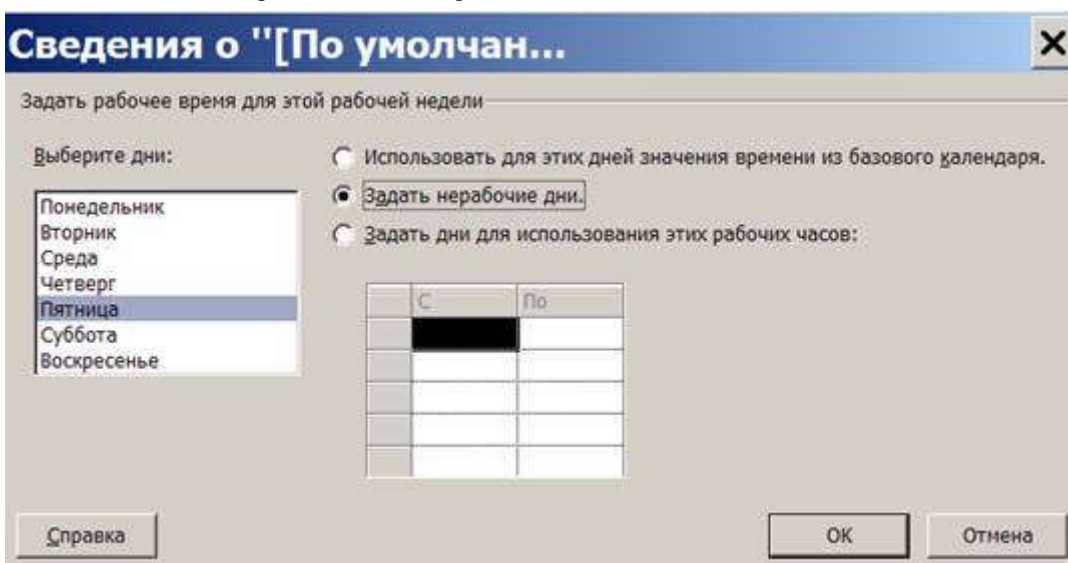

Рис. 5.14. Установка пятницы нерабочим днем
7. Откроется окно сведений о рабочей неделе (рис. 5.14), в котором нужно выделить день недели Пятница и для него выбрать переключатель Задать нерабочие дни. Закрыть оба окна нажатием Ок. Результат – по пятницам Постановщик является выходным и в работах проекта не участвует.